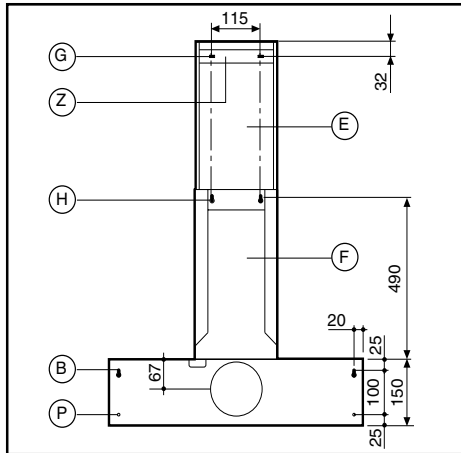

Fig.2
Eseguire 4 fori (B-P) rispettando le quote indicate in fig. 2.
Per i vari montaggi utilizzare viti e tasselli ad espansione idonei al tipo di muro (es. cemento, cartongesso ecc.) Appendere la cappa alla parete utilizzando i 2 fori (B) fig. 2. Fissare definitivamente la cappa alla parete utilizzando i due fori di sicurezza inferiori (P).
Eseguire 4 fori (G-H) rispettando le quote indicate in fig. 2.
Bloccare la staffa (Z) alla parete fig. 2.
Appendere il raccordo (F) utilizzando i 2 fori (H) fig. 2.